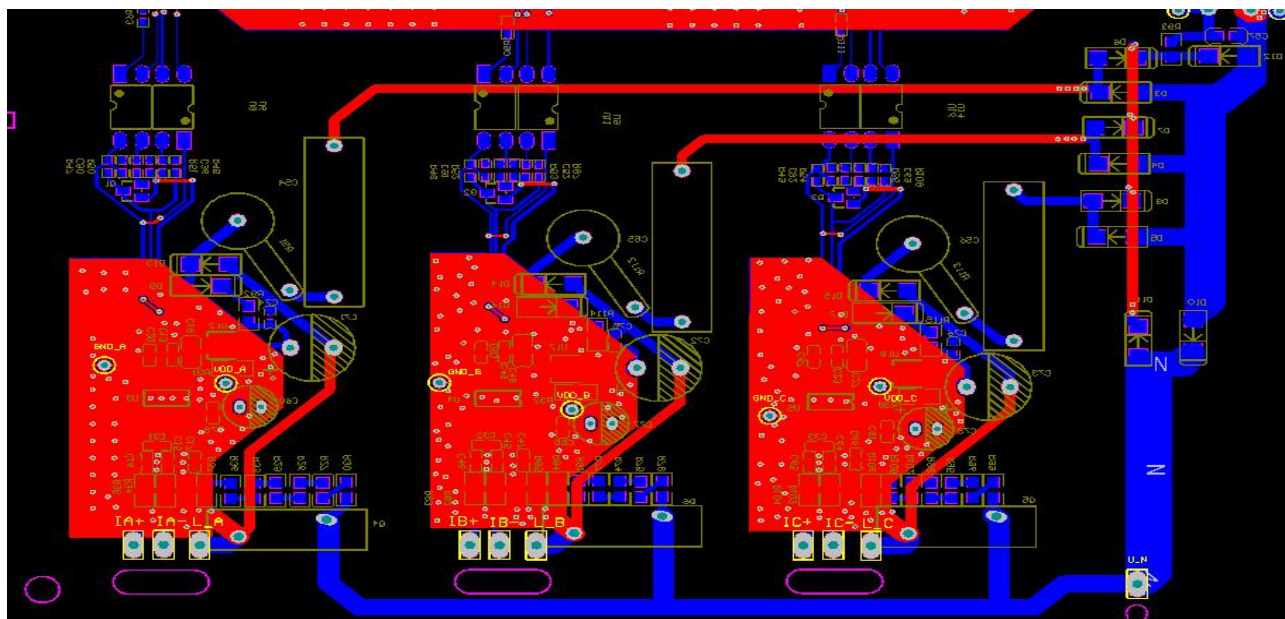

图 3-1：电气隔离示意图
- 2、为了更好的 EMC 和计量性能，V9240 电路要有大面积覆地，如图 3-1 所示。